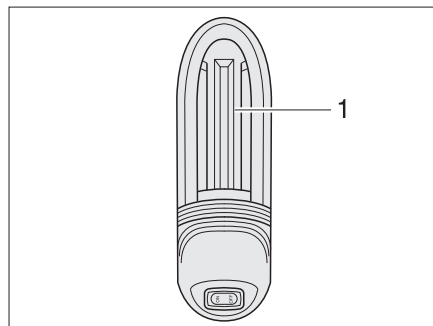

Fig. 300 Lámpara de garaje
- Empujar la tapa de la lámpara (Fig. 300,1) ligeramente hacia arriba y retirarla.